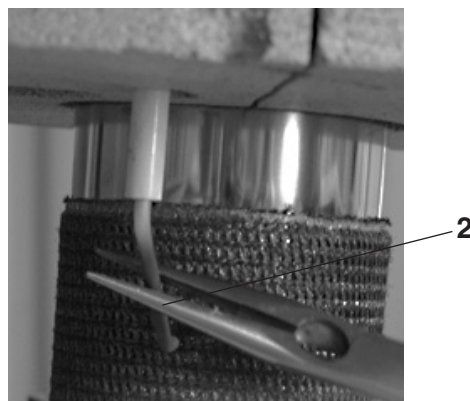

Fig. 2
- ⇒ Piegare elettrodo di accensione con le pinze a punta (2, fig. 2).
- ① Distanza dal cilindro del bruciatore 4 mm